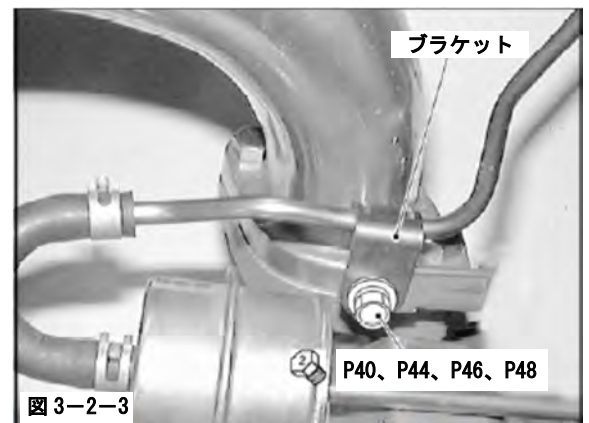

図 3-2-3
- (5) ブラケットをフロントエアパイプステーに取付けてください。(図 3-2-3)